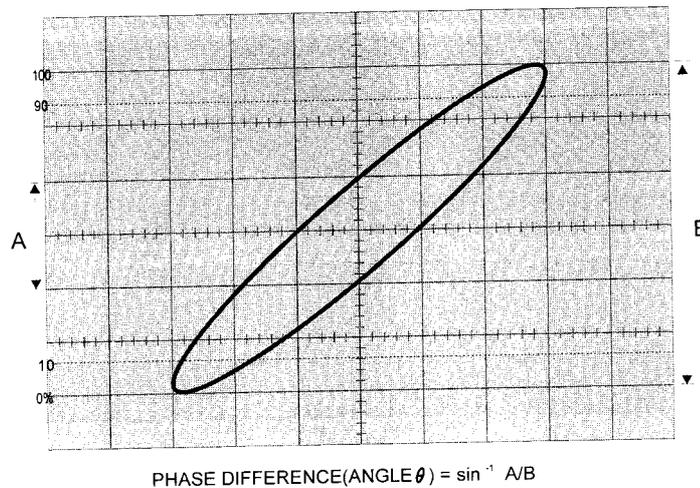
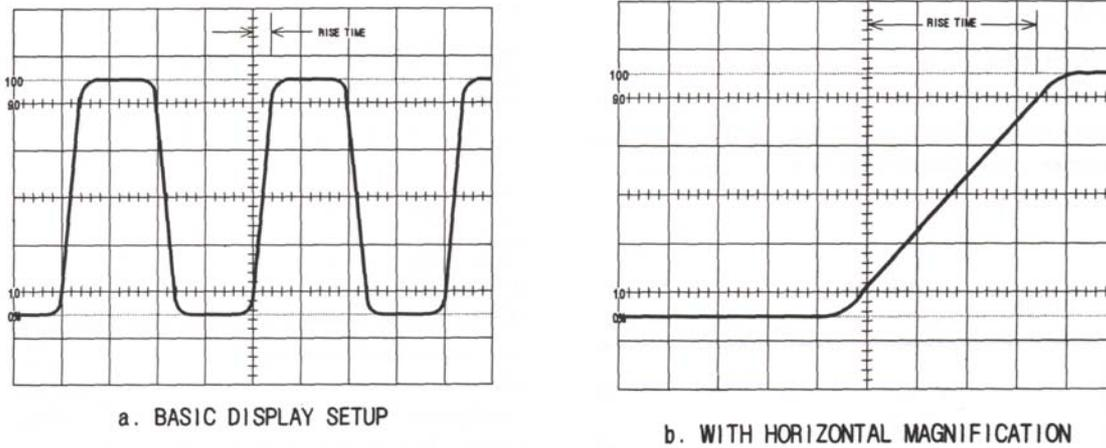

Abbildung 2-8
Abbildung 2-10 Messung der Anstiegszeit von Impulsflanken
6. Mit dem horizontalen Lageregler (10) POSITION zu messenden Punkt auf die vertikale Mittenlinie des Rasters legen. Jede Skalenmarkierung auf der vertikalen Mittenlinie entspricht einem Skalenfaktor von 0,2 Sektionen. Anzahl der Sektionen vom Massebezugspunkt bis zum Meßpunkt auf der vertikalen Mittenlinie des Rasters zählen. Zum Erhalt des Spannungswertes die ermittelte Anzahl von Sektionen mit der Empfindlichkeitseinstellung des Amplitudenreglers multiplizieren. Befindet sich der Amplitudenregler z. B. in Stellung 2 V/Skt, so würde der Spannungswert für das in Abb. 2-8 gezeigte Beispiel 2,5 V betragen ($5 \text{ Skt} \times 0,5 \text{ V} = 2,5 \text{ V}$).
2. Als Triggerquelle stets das stabilste Signal verwenden und Triggerquellenwahlschalter (18) in die entsprechende Position schieben. Zweites Signal vorübergehend mit dem vertikalen Lageregler vom Bildschirm nehmen.
4. Triggerpegelregler (9) LEVEL so einstellen, daß der Anfang der Anstiegsflanke auf oder nahe der horizontalen Mittenlinie des Rasters liegt (Abb. 2-10).
5. Mit dem Zeitbasisregler (15) TIME/DIV, dem Feineinsteller (12) VARIABLE und dem horizontalen Lageregler (10) POSITION die Impulsbreite auf 7,2 horizontale Sektionen einstellen. Nach erfolgter Einstellung entspricht jede horizontale Sektion einem Winkel von 50° und die einzelnen Skalenmarkierungen einem Winkel von 10° .
7. Die Anzahl der horizontalen Sektionen zwischen identischen Punkten der beiden Signale entspricht der Phasendifferenz. Im Beispiel der Abb. 2-8 beträgt der horizontale Abstand zwischen zwei identischen Punkten beider Signale 6 Skalenmarkierungen oder 60° .
8. Bei einer Phasendifferenz von weniger als 50° (1 Sektion), Schalter (11) x 10 MAG in Stellung x 10 schieben, um das Signal 10-fach gedehnt darzustellen. Falls erforderlich, Signal anschließend mit dem horizontalen Lageregler POSITION wieder mittig auf den Bildschirm holen. Bei Darstellung mit 10-facher Dehnung entspricht jede Sektion einem Winkel von 5° und jede Skalenmarkierung auf den beiden Mittenlinien einem Winkel von 1° .
1. Zu messenden Impuls an Eingang (24) CH1 IN anschließen und Kopplungsschalter (25) in Stellung AC schieben.
2. Mit dem Zeitbasisregler (15) TIME/DIV auf eine Darstellung von zwei Perioden des Signals abgleichen. Der Schalter (12) CAL/VAR in Stellung VAR und der Feineinsteller VARIABLE muß hierbei auf Rechtsanschlag stehen.
3. Mit dem vertikalen Lageregler (4) Signal mittig am Bildschirm plazieren.
4. Mit Amplitudenregler (26) VOLTS/DIV und Feineinsteller (27) VARIABLE positive Spitze auf die 100% Rasterlinie und negative Spitze auf die 0 % Rasterlinie legen (siehe Abb. 2-10 a).
5. Horizontalen Lageregler (10) so einstellen, daß der 10 %-Amplitudenpunkt der Anstiegsflanke des Signals genau auf dem Schnittpunkt der 10 % Rasterlinie mit der vertikalen Mittellinie liegt.
6. Bei langsamen Anstiegszeiten sind keine weiteren Einstellungen erforderlich. Bei schnellen Anstiegszeiten (z. B. Rechteckimpulsen) ist zur besseren Darstellung des Signals der Schalter (11) x 10 MAG in Stellung x 10 zu schieben und das Signal anschließend ggf. mit dem entsprechenden Lageregler neu am Bildschirm zu plazieren (Abb. 2-10 b).
8. Zur Bestimmung der Anstiegszeit, Anzahl der ermittelten Sektionen mit der Empfindlichkeitseinstellung des Zeitbasisreglers (15) TIME/DIV multiplizieren. Bei Darstellung mit 10-facher Dehnung ist die erhaltene Zeit durch den Faktor 10 zu teilen. Beträgt die Empfindlichkeitseinstellung im Beispiel der Abb. 2-10 angenommener Weise 1 s/Skt, so errechnet sich die Anstiegszeit zu 360 ns; (1000 ns : 10 = 100 ns x 3,6 Skt = 360 ns).